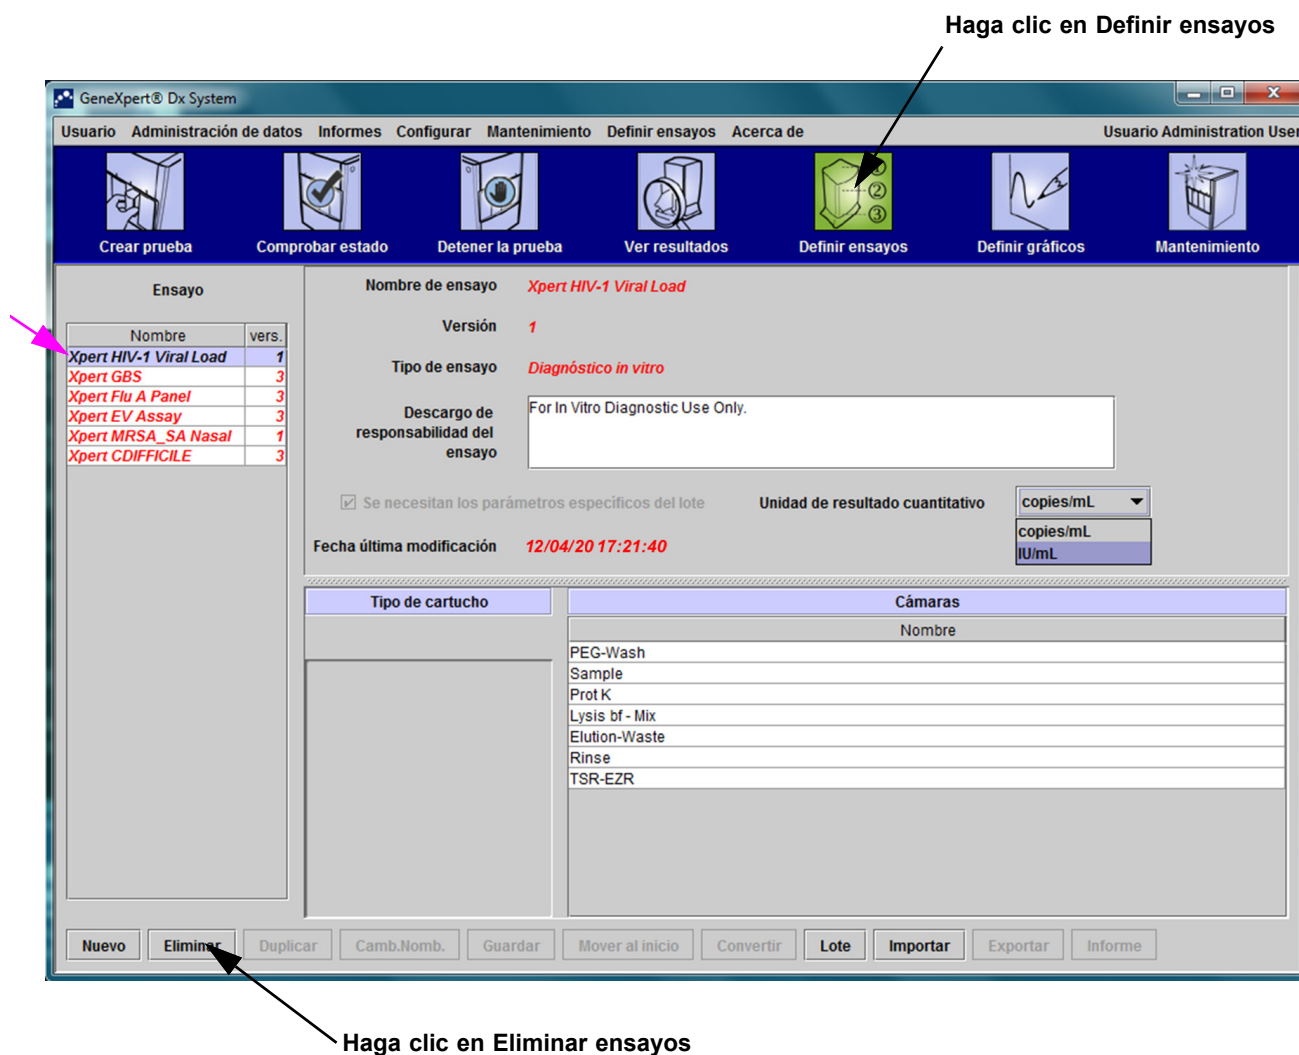

Figura 2-93. Ventana GeneXpert Dx System - Definir ensayos (vista administrador de usuario)
1. En la ventana GeneXpert Dx System, haga clic en **Definir ensayos** en la barra de menús. Aparece la ventana Definir ensayos. La figura 2-93 muestra la ventana Definir ensayo para el administrador del sistema GeneXpert Dx. La ventana para los
Después de importar un ensayo cuantitativo, es posible cambiar la Unidad de resultado cuantitativo. Consulte la figura 2-93.
1. Para eliminar un archivo de definición de ensayo, en la ventana Definir ensayos (consulte la figura 2-93), seleccione el nombre del ensayo en la lista Ensayo en la parte izquierda de la ventana, y, a continuación, haga clic en **Eliminar**. Aparece un mensaje de confirmación.